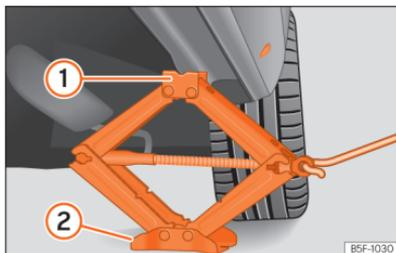

Abb. 256 Längsholm: Wagenheber ansetzen.
- Drehen Sie die Kurbel des unter dem Aufnahmepunkt des Längsträgers befindlichen Wagenhebers, bis sich die Nase ① >>> [Abb. 256] unter der vorgesehenen Einführung befindet.
- Richten Sie den Wagenheber so aus, dass sein Aufnahmehorn ① in die dafür vorgesehene Aufnahme am Längsträger „greift“ und die bewegliche Grundplatte ② plan auf dem Boden